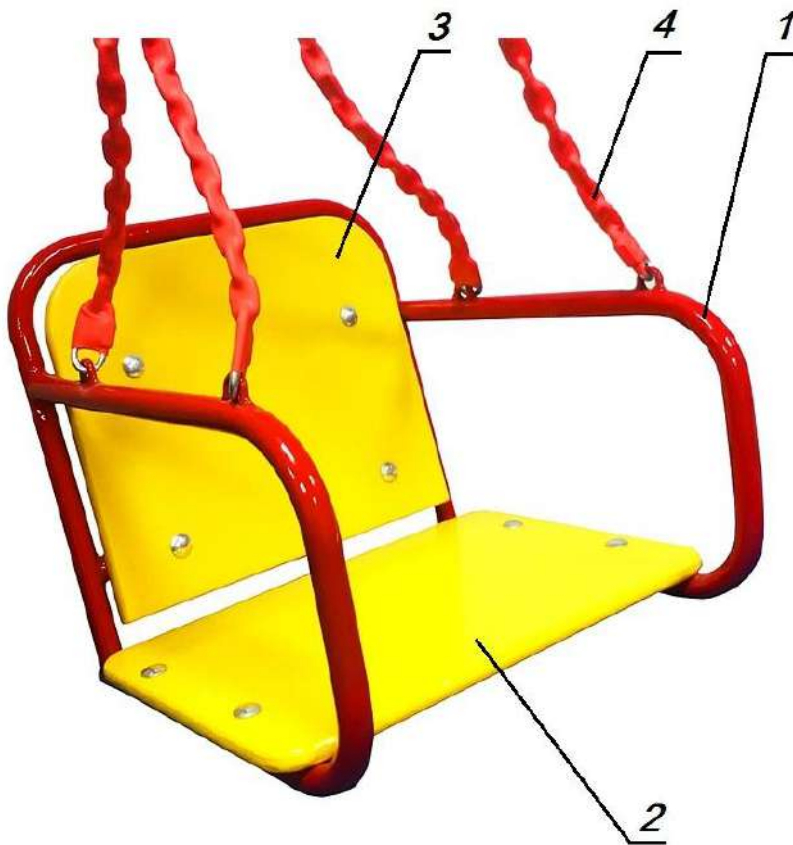

Рис. 1 Общий вид Подвески со спинкой для качелей РТР 019.3
2.1. Подвеска со спинкой для качелей РТР 019.3 (см. рис.1) представляет собой металлический каркас **1**, на котором закреплены фанерные сидение **2** и спинка **3**, а также цепи **4** для подвешивания на раму качелей. Для предотвращения застревания пальцев ребенка нижняя часть цепей имеет специальную защиту.